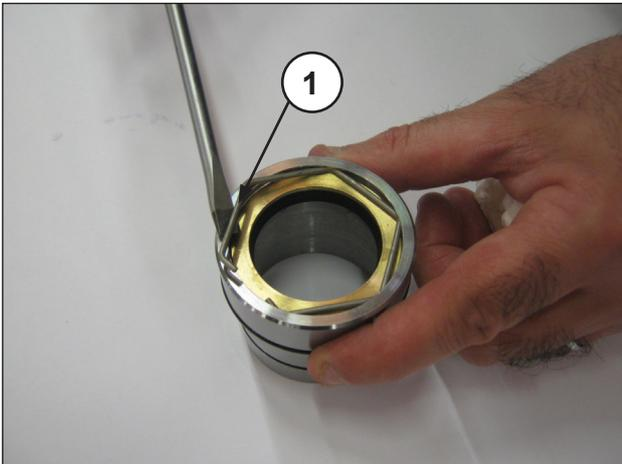
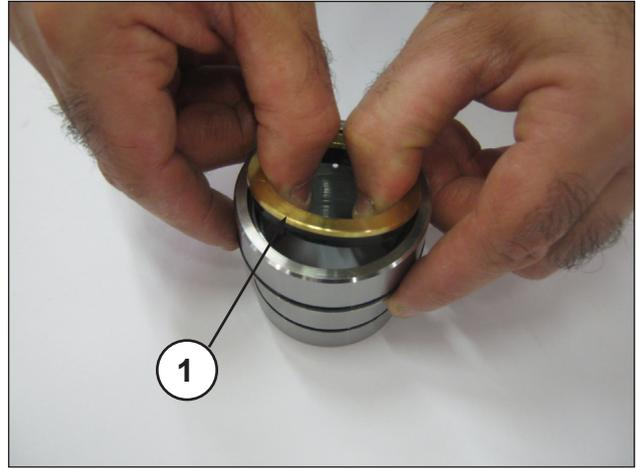

Fig. 33
Fig. 34
Pour déposer la garniture basse pression, il faut déposer le circlip d'arrêt (rep. ①, Fig. 33) et le joint d'étanchéité (rep. ①, Fig. 34).